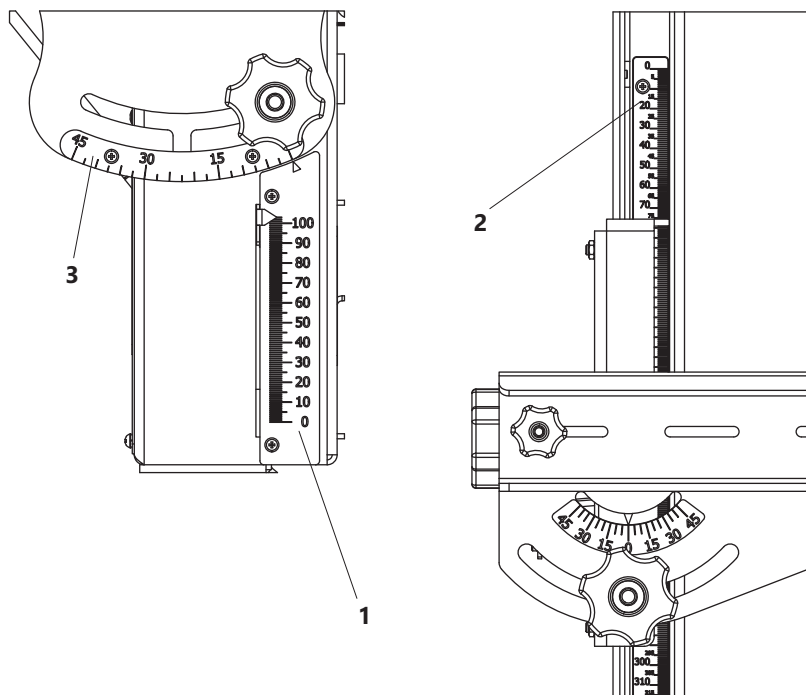
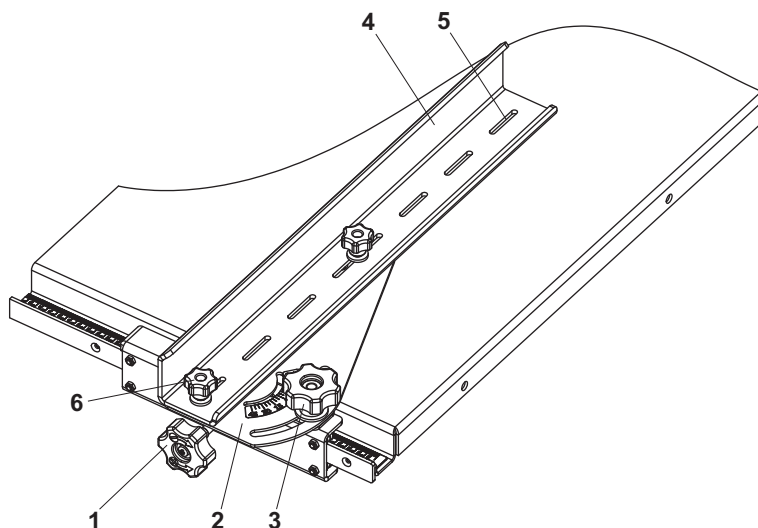

Рисунок 7. Шкалы настройки реза
Рисунок 8. Регулировка положения направляющей линейки
### 6.1.2 Регулировка шкал (рис. 7)
### 7.1.1 Установка и настройка направляющей линейки (рис. 8)
Направляющая линейка может перемещаться вдоль кромки пильного стола. После выставления необходимого размера по шкале 2 (рис. 7), направляющая линейка фиксируется ручкой 1 (рис. 8). Для изменения угла поворота направляющей линейки расфиксируйте поворотный кронштейн 2 ручкой 3 и поверните на необходимый угол, зафиксируйте установленный угол.
- с помощью маховика 11 установить по шкале 1 (рис. 7) указатель на необходимую глубину пропила;
- с помощью рукоятки 13 установить по шкале 3 (рис. 7) указатель на необходимый угол наклона пильного диска;